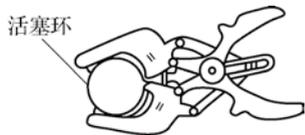

图 1-12 活塞环拆装钳
(1) 活塞环拆装钳。活塞环拆装钳用于拆装活塞环。使用时，活塞环的开口正对拆装钳内侧，将拆装钳的环卡卡在活塞环的开口上，轻握手柄活塞环就可张开，使之从活塞环槽中拆出或装入，如图 1-12 所示。
(2) 气门拆装钳。在拆装气门时，将气门拆装钳的环形口（或叉形口）抵住气门弹簧座，螺杆头部顶在气门头部，转动手柄即可压缩气门弹簧，然后取